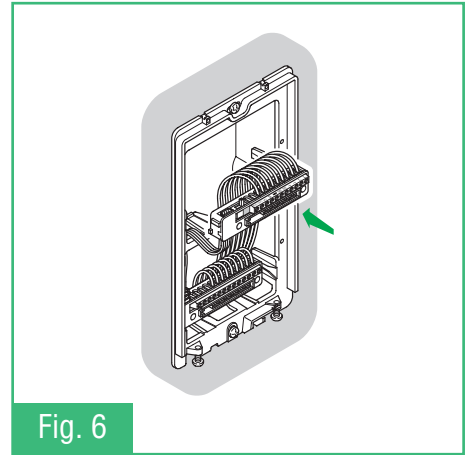

Fig. 6
- Fig. 6** Cablaggio morsetti inserita o estratta
- Fig. 6** Cabling terminal board inserted or withdrawn
- Fig. 6** Câblage boîte à bornes insérée ou retirée
- Fig. 6** Aansluitblok plaatsen of verwijderen
- Fig. 6** Kabelverlegung der Klemmleiste eingefügt oder herausgezogen
- Fig. 6** Cableado de la caja de bornas conectada o extraída